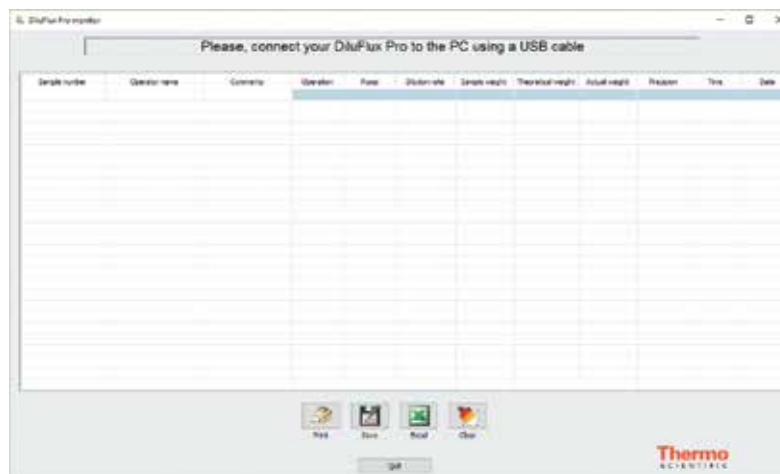

Figure 32
- Si un écran comme sur la Figure 32 s'affiche, vérifier :